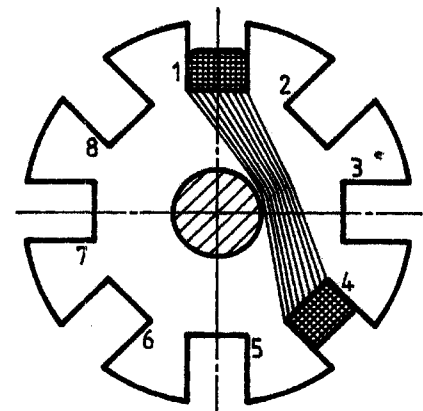

Bild 10 Sehnenwicklung
- Bei einer **Sehnenwicklung** wird der Kupferlackdraht wie eine Sehne im Kreis am Mittelpunkt der Stirnfläche des Läuferkörpers vorbeigewickelt (Bild 10).